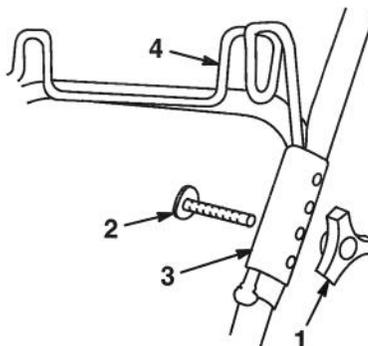

Figure 47
1. Retirer le sac du porte-sac. Retirer le(s) bouton(s) et le(s) boulon(s) fixant les brides du porte-sac au guidon (Fig. 47). Les brides du porte-sac sont dotées de quatre trous pour le réglage.